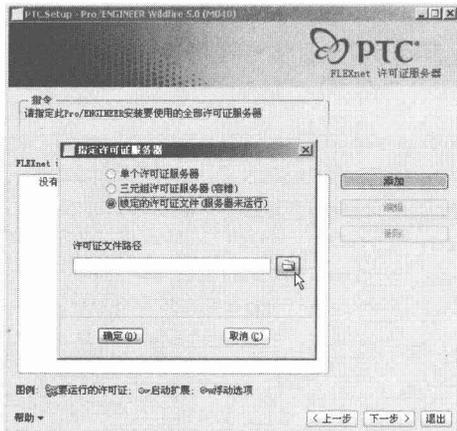

图 1-13 单击“浏览”按钮
- 9 选择“锁定的许可证文件（服务器未运行）”单选按钮，单击“浏览”按钮（见图 1-13），弹出“选取文件”对话框。